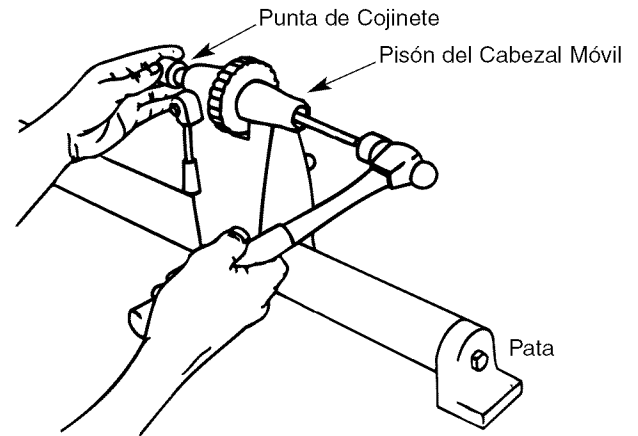

Figura 5
- Para remover la punta acopada del pisón del cabezal móvil, inserte una espiga de madera o una varilla de latón de 6,4 mm a través del agujero en el pisón del cabezal móvil. Sujete la punta con una mano y golpee la espiga o la varilla con un martillo. Refiérase a la Figura 5.